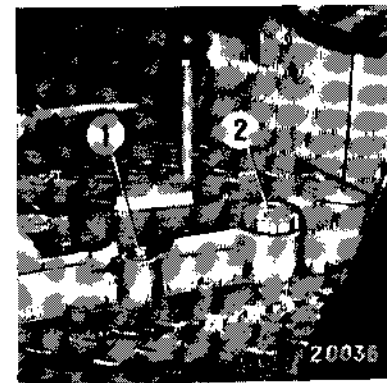

Bild 66
Das neue Öl wird durch die Öleinfüllbohrung ② (Bild 66) auf der Oberseite des Getriebeblocks eingefüllt.